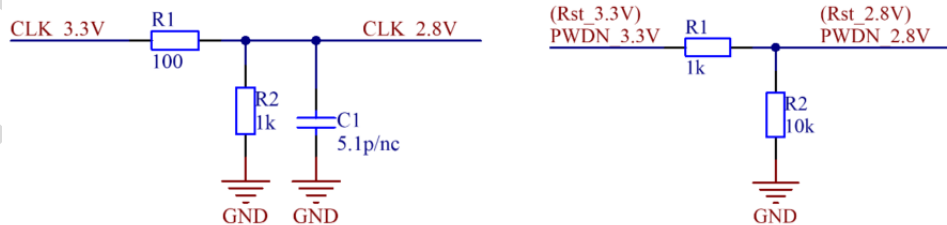

图 3.32 信号电平转换参考示例
2. CSK6 采用 3.3V 供电，Sensor 采用 2.8V 供电，此方案中 CSK6 可以兼容接受 Sensor 的 2.8V 的电平信号，但 Sensor 无法安全兼容 CSK6 输出的 3.3V 信号，因此需将 CSK6 输出的 3.3V 的 CLK、PWDN、RST 信号电压降低到 2.8V 附近，避免影响 Sensor 的稳定性和寿命。信号电平转换的参考示例如图 3.32 所示（因器件、分布参数差异，具体阻容值需根据信号质量调整）。